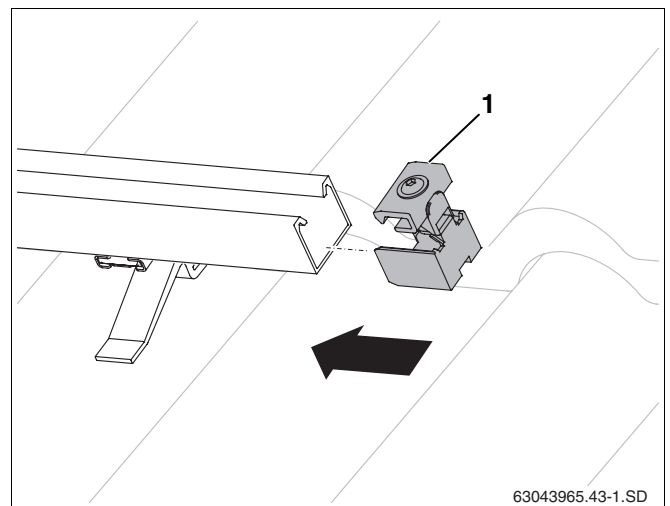

Fig. 40 Deslizar el tensor unilateral del colector
- ▶ Deslice el tensor unilateral del colector (fig. 40, **pos. 1**) en los perfiles guía del extremo derecho del campo de colectores hasta que encaje en el primer orificio ovalado del perfil guía.